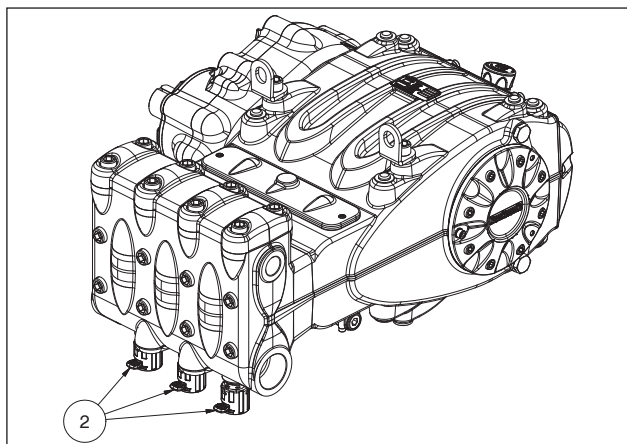

Abb. 9
Stellen Sie nach längerer Lagerung oder Stillstand die Funktionstüchtigkeit der Saugventile wieder her, indem Sie die drei Ventilheber öffnen (siehe Pos. ② Abb. 9). Schließen Sie die Ventile vor Start der Pumpe wieder.